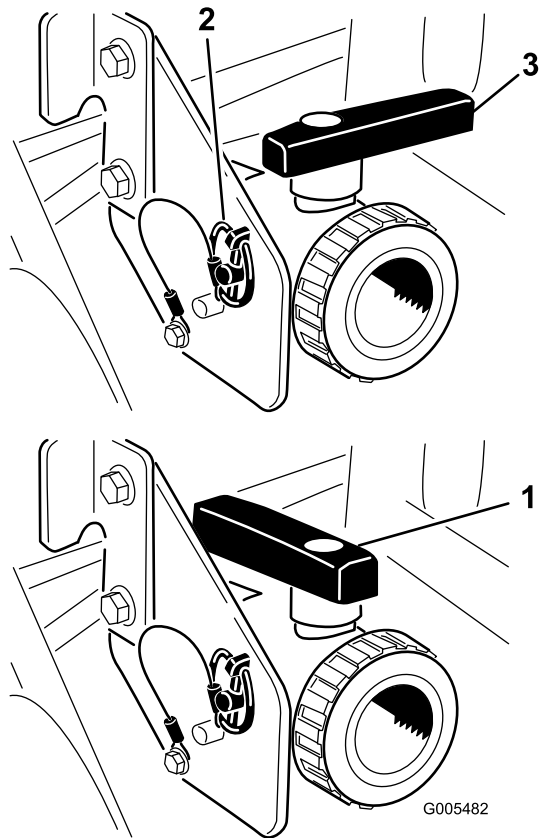

Figura 26
Abra a válvula para escoar do depósito qualquer material não usado e eliminá-lo de acordo com as normas locais e as instruções do fabricante (Figura 26). Depois de vazio, remova o pino de sujeição no suporte que segura a válvula de escoamento à máquina e deixa a válvula poisada no chão. Isto permite que escoar qualquer material residual da linha.
3. Quando o depósito estiver escoado na totalidade, instale a válvula na estrutura com o pino de sujeição removido previamente e fecha a válvula de escoamento (Figura 26).